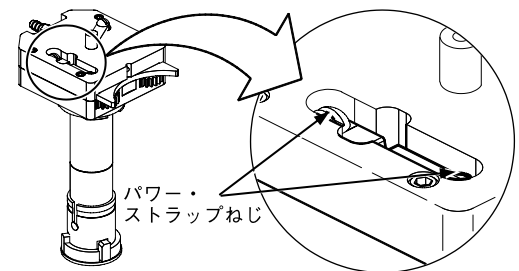

図 32：パワー・ストラップねじを検査する
11. パワー・ストラップねじが 2 本とも締め付けられていることを確認します。図 32 をご参照ください。